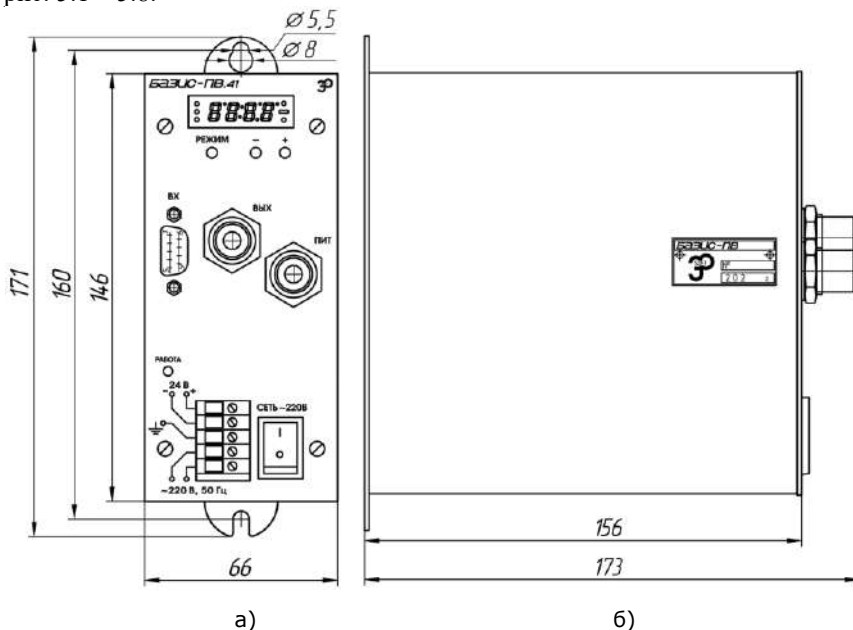

Рис. 5.1. Вид спереди (а) и сбоку (б) исполнения БАЗИС-ПВ.41
4.1.5. На задней (для группы исполнений многофункциональные контроллеры) или передней (для группы исполнений контроллеры-преобразователи) панели в общем случае смонтированы (см. рис. 5.1—5.4 и 5.6):
5.1.2. Виды различных исполнений Контроллера представлены на рис. 5.1—5.8.